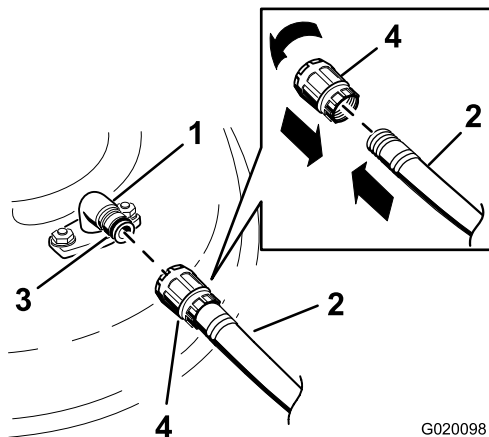

Figure 76
3. Branchez le raccord du tuyau d'arrosage à au raccord de lavage de la tondeuse et ouvrez l'eau en grand (Figure 76).